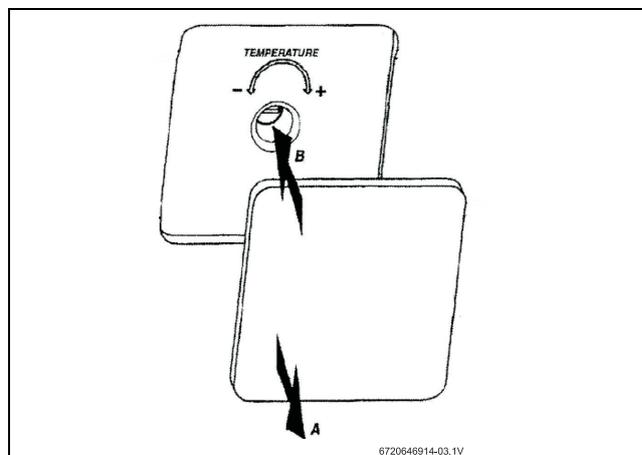

Fig. 7 Tige de réglage de la température
- ▶ Régler la vanne d'isolement de sortie jusqu'à ce que l'eau coule au robinet selon le débit et la température recommandés. Consulter l'Annexe page 14: Réglage du débit par rapport à la température. Si la température requise est différente des paramètres d'usine 113°F, tourner la tige de réglage (Fig. 7) jusqu'à atteindre la température à la sortie souhaitée.
- ▶ Retirer la plaque signalétique en suivant la direction indiquée par la flèche A (Fig. 7).
- ▶ À l'aide d'un tournevis, tourner la tige de réglage pour régler la température, comme indiqué par la flèche B (Fig. 7).